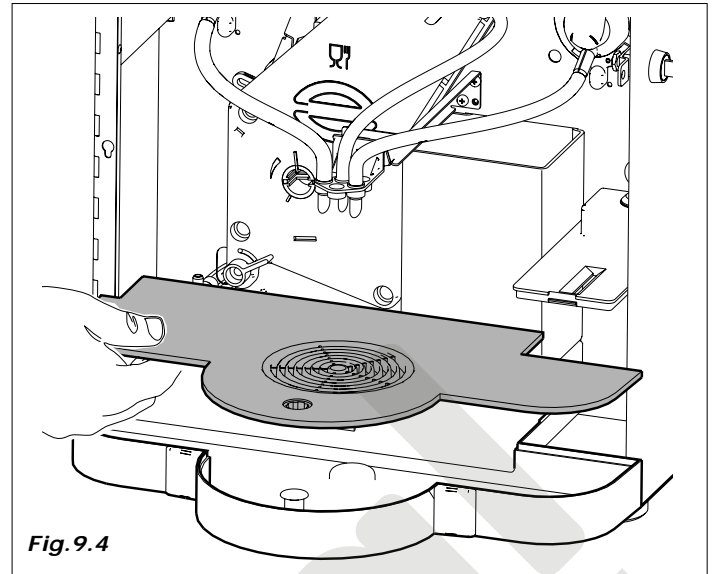

Fig. 9.4
- ventana y soporte de dispensación del producto (Fig. 9.4)